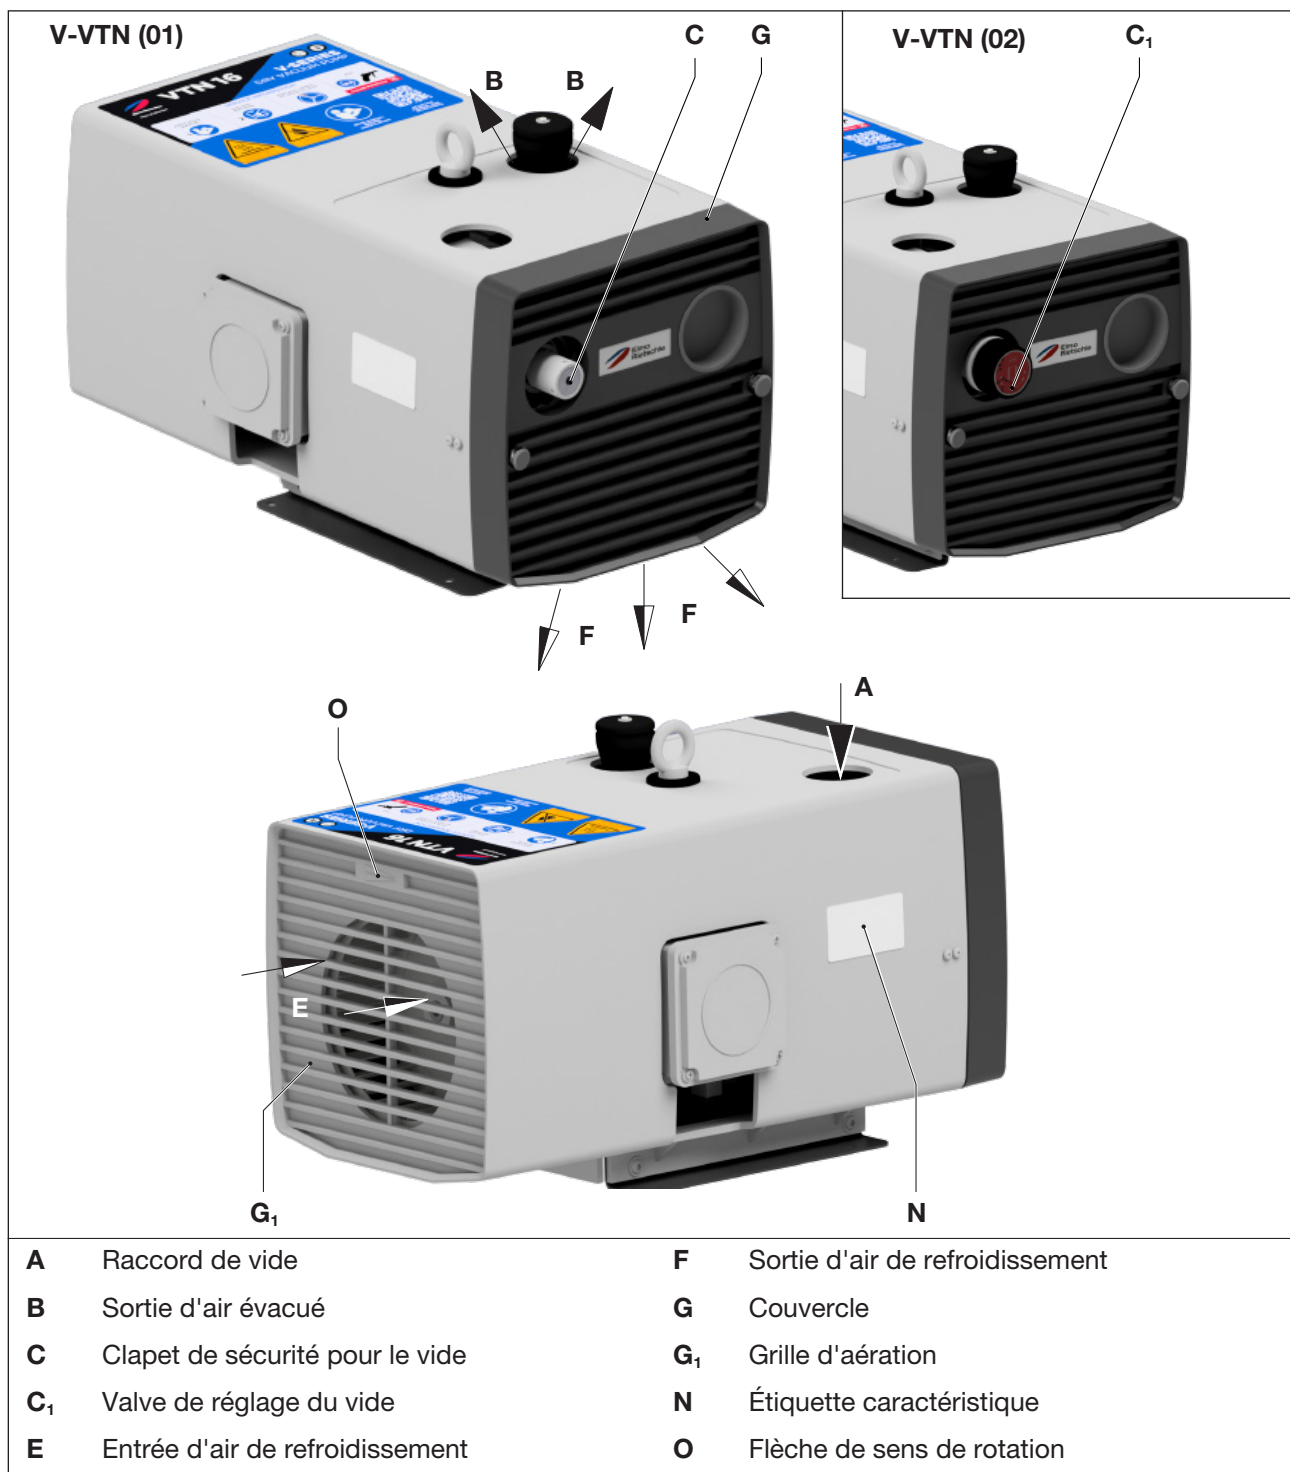

Fig. 2 Pompe à vide V-VTN - Variante 01 (avec clapet de sécurité)/variante 02 (avec valve de réglage)
- Le couvercle (Fig. 2/G) et la grille d'aération (Fig. 2/G₁) doivent être facilement accessibles.
- Retirez l'obturateur du raccord d'aspiration (Fig. 2/A).
- Raccordez la tuyauterie au raccord de vide (Fig. 2/A).
- L'air aspiré peut être refoulé soit à la sortie de l'air évacué (Fig. 2/B) soit par le biais d'un flexible ou d'une tuyauterie.
Vous pouvez régler le vide requis à l'aide de la valve de réglage du vide (Fig. 2/C₁) en tournant le bouton rotatif dans le sens indiqué par le symbole qui se trouve sur le bouton même.
Les données électriques du moteur sont indiquées sur la plaque signalétique de la pompe (Fig. 2/N) et/ou sur celle du moteur. Les moteurs sont conformes à la norme DIN EN 60034 et ils sont exécutés dans la classe de protection IP 55 et la classe d'isolation F. Le schéma de raccordement correspondant se trouve dans la boîte à bornes du moteur.